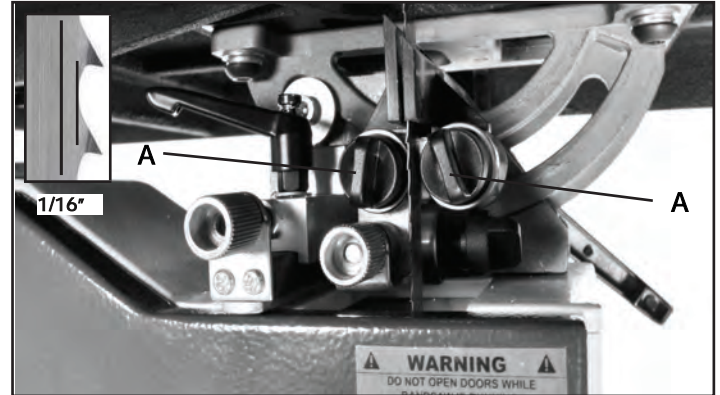

FIGURE 26
3. Tout d'abord, desserrer les boutons de verrouillage avant (A, La figure 26). Pour déplacer les guides vers ou loin de la lame, utilisez les boutons de verrouillage de poignées pour faire glisser les roulements en place. Une fois réglé, fixez les boutons de verrouillage.